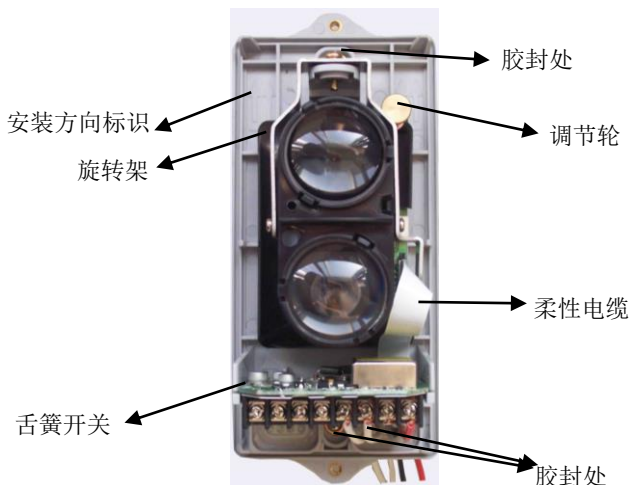

图 2 内部器件及胶封示意图
2. 探测器内部器件及胶封示意图如图 2 所示。
注意：若探测器安装于特殊环境，如：有轻微烟尘、潮湿的环境，为保证探测器稳定工作，在探测器固定好且接线完成后，用玻璃胶或 703 硅胶将图 2 所指胶封处（两处安装孔一处进线孔）胶封。